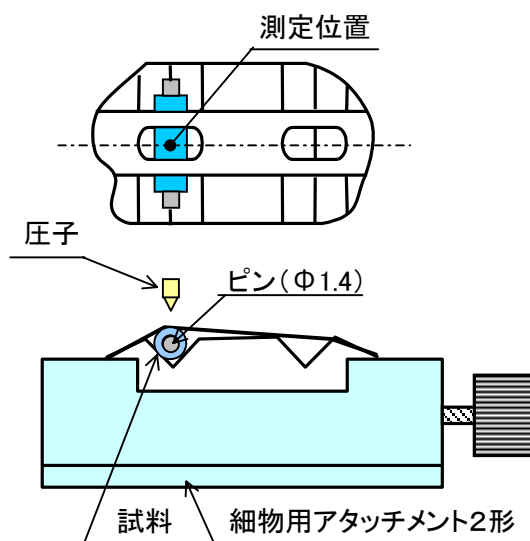

図1 試料固定方法(概略図)
- 7) 試験方法：試料内径に  $\phi 1.4$  mm の金属ピンを軽く挿入し、細物用アタッチメント 2 形の V 溝に入れ、固定し、試験しました。(図1参照)